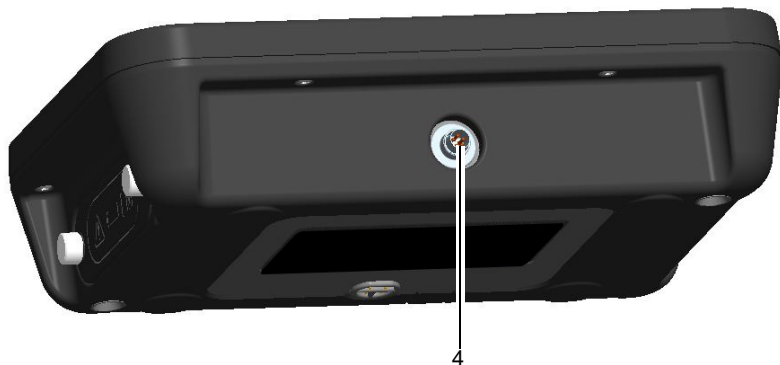

Figura 3: Connettore cavo ADTS Touch
- Collegando il connettore dell'ADTS Touch (4) (vedere la Figura 3) all'ADTS utilizzando il cavo.